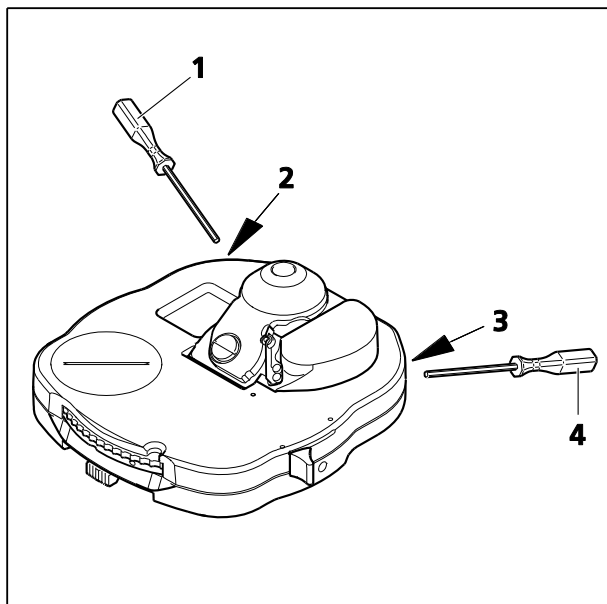
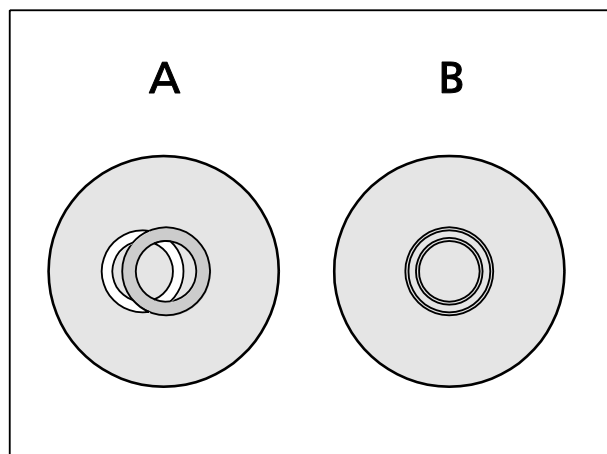

Fig. 196 Centrage de l'arrêt de phase sur le condenseur universel
Fig. 195 Centrage de l'arrêt de phase (anneau lumineux dans le condenseur) sur l'anneau de phase (anneau sombre dans l'objectif)
- S'il n'y a pas de congruence parfaite (Fig. 195/A), utiliser les deux tournevis SW 1,5 (Fig. 196/1 et 4) pour tourner les deux vis de centrage (Fig. 196/2 et 3) pour recentrer l'arrêt de phase brillante jusqu'à ce que la congruence complète avec l'anneau de phase sombre soit obtenue (Fig. 195/B).
Un contraste de phase parfait n'est obtenu que si l'arrêt de phase brillant (dans le condenseur) et l'anneau de phase sombre (dans l'objectif) sont exactement congruents dans le trajet du faisceau d'éclairage (Fig. 195/B).